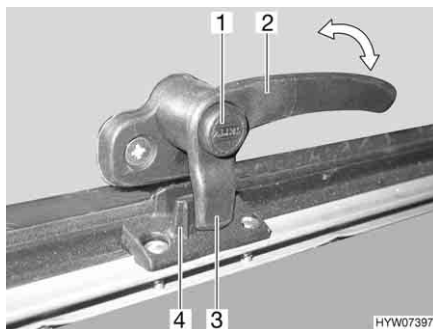
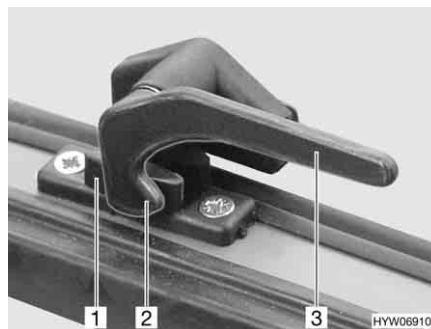

Fig. 96 Levier de verrouillage avec bouton de sécurité en position "Fermé"
Fig. 97 Levier de verrouillage en position "Fermé"
- S'il existe, appuyer sur le bouton de sécurité (Fig. 96,1) et le maintenir enfoncé.
- Tourner tous les leviers de verrouillage (Fig. 96,2 ou Fig. 97,3) d'un quart de tour vers le centre du lanterneau.
- Tourner tous les leviers de verrouillage (Fig. 96,2 ou Fig. 97,3) d'un quart de tour vers le cadre. Le tenon de verrouillage (Fig. 96,3 ou Fig. 97,2) repose sur le côté intérieur du verrouillage du lanterneau (Fig. 96,4 ou Fig. 97,1).
- En position "Fermé" (Fig. 96 et Fig. 97)